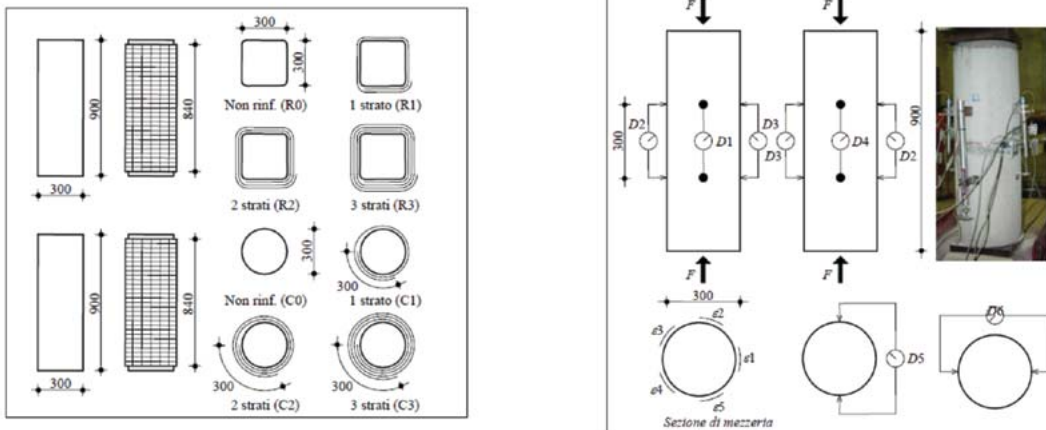

Fig. 3
- Infine, è stata realizzata una campagna sperimentale di prove di compressione centrata di cilindri e prismi a sezione quadrata di calcestruzzo non confinati e confinati (vedi Fig. 3) utilizzando varie configurazioni di rinforzo, caratterizzate dal numero di strati di rete applicati. Sia nel caso dei cilindri che nel caso dei prismi sono stati considerati uno, due e tre strati di rete. Dalle prove è risultato che il confinamento con materiale composito RUREGOLD® XP CALCESTRUZZO è efficace sia in termini di incremento di resistenza che di incremento di deformazione ultima.